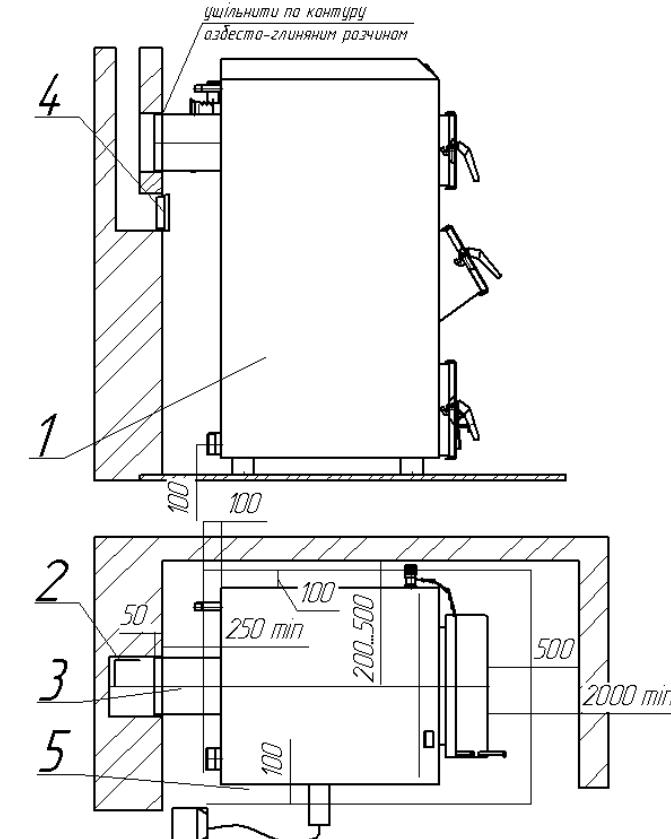

Рис. 2 Рекомендована схема установки апарату і приєднання до димової труби.
- рекомендовані розміри установки апарату згідно рис. 2.